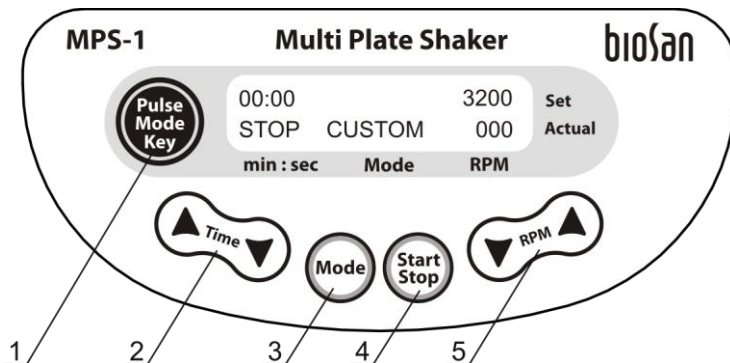

Fig.2 Panneau de configuration
- 4.3. À l'aide de la touche **Mode** (Fig. 2/3), sélectionnez le mode de travail requis (PERSONNALISÉ, LENT, MOYEN, RAPIDE, TUBE VORTEX). Le fonctionnement en modes LENT, MOYEN, RAPIDE, et TUBE VORTEX diffère du mode PERSONNALISÉ dont la vitesse est fixe et non réglable (voir section 5.2).
- 4.4. Sélectionnez la durée d'utilisation requise en minutes et en secondes (l'intervalle d'incrémentación est de 15 secondes) à l'aide des touches ▲ et ▼**Time** (Fig. 2/2). Appuyez sur la touche pendant plus de 3 secondes pour augmenter l'incrémentación. La durée programmée s'affiche dans la ligne supérieure de l'écran.
- 4.5. Réglez la vitesse requise (par incrémentación de 100 tpm) dans le mode PERSONNALISÉ à l'aide des touches ▲ et ▼**RPM** (Fig. 2/5). Appuyez sur la touche pendant plus de 3 secondes pour augmenter l'incrémentación. La vitesse programmée s'affiche dans la ligne supérieure de l'écran.
- 4.6. Appuyez sur la touche **Start Stop** (fig. 2/4). La plate-forme se mettra en mouvement (indication « RUN ») et l'indicateur du minuteur affichera le décompte de la durée dans la ligne supérieure de l'écran.
- 4.11. Réglez la vitesse requise (par incrémentation de 100 tpm) à l'aide des touches ▼RPM ▲ et (Fig. 2/5). Appuyez sur la touche pendant plus de 3 secondes pour augmenter l'incrémentation. La vitesse programmée s'affiche dans la ligne supérieure de l'écran.
- 4.12. Appuyez sur **Pulse Mode key** (fig. 2/1). La plate-forme entamera le cycle suivant : accélération — court mélange (durée 3 secondes) — ralentissement, (indication « ▲ ») et l'indicateur du minuteur commencera à décompter l'intervalle de temps dans la ligne supérieure de l'écran.